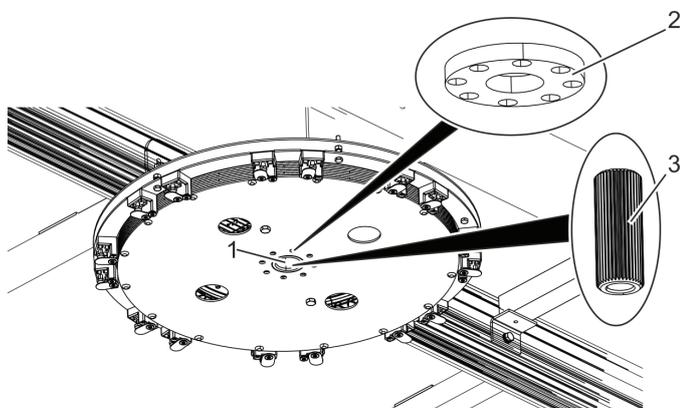
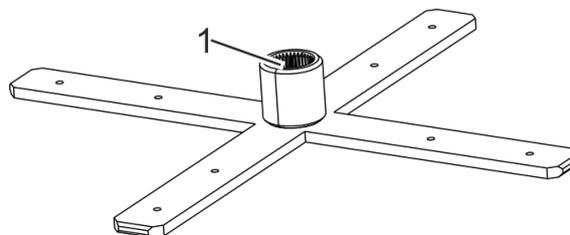

Рис. 67 Установочная шайба
Рис. 68 Верхняя крестовина (неподвижный турникет)
1. Установить поставляемую установочную шайбу (рис. 67/2) на головки винтов в отверстия на нижней стороне привода (рис. 67/1) в соответствии со следующей таблицей.
2. **i** Установить верхнюю крестовину (рис. 68) под привод монтажным отверстием (рис. 68/1) вверх.
Подвесить верхнюю крестовину (рис. 68) с помощью по меньшей мере 2 крепежных ремней в конструкции потолка под центром привода (рис. 67/1).
3. Обезжиритьлицевую поверхность зубчатого вала (рис. 67/3) и прикрепить «липучку».
Аккуратно переместить зубчатый вал (рис. 67/3) сверху через центр привода (рис. 67/1) в монтажное отверстие в верхней крестовине (рис. 68/1). Смазать зубья зубчатого вала при его вставке.